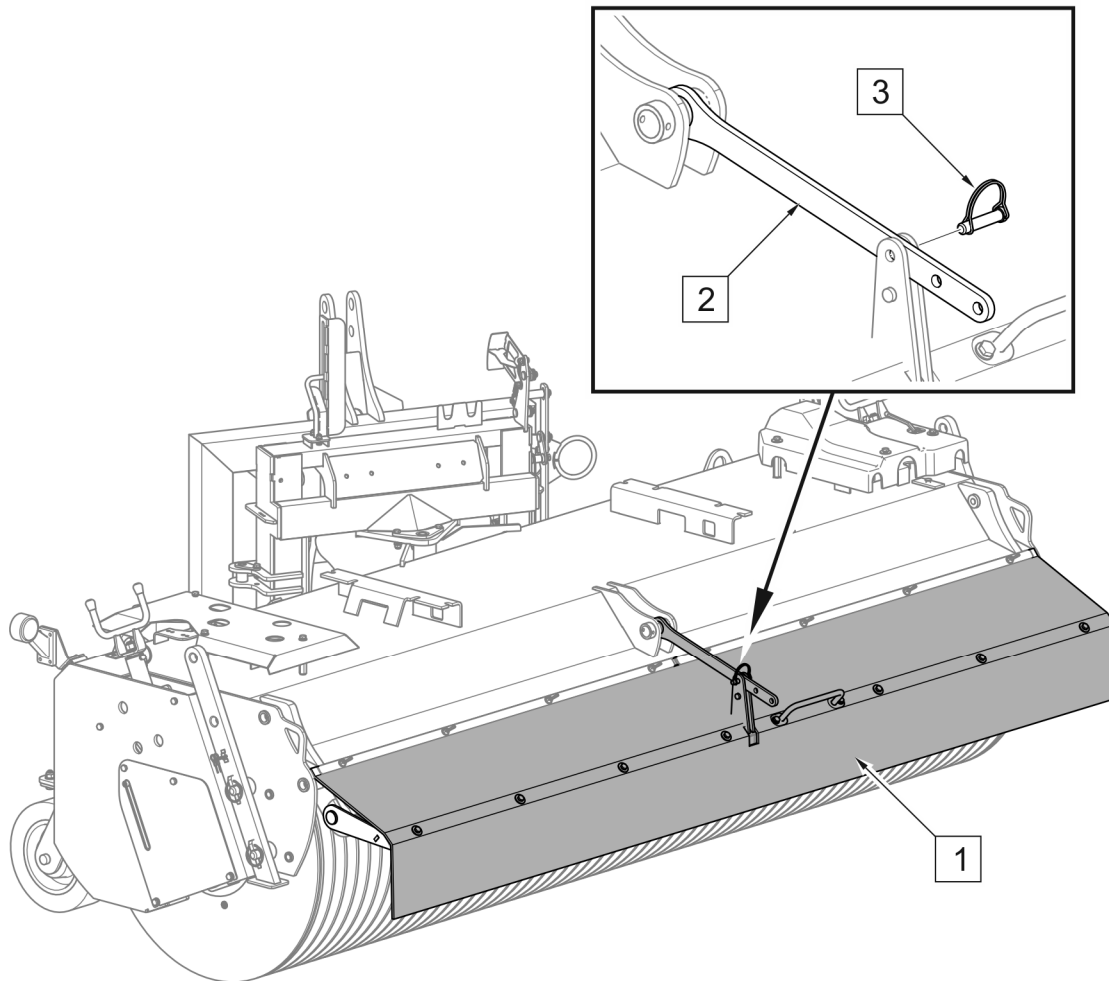

ABBILDUNG 4.19 Abdeckung der Kehrwalze
(1) - Abdeckung; (2) - Leiste; (3) - Splint;
Eine Kehrmaschine in der Ausführung ohne Schmutzbehälter (ABBILDUNG 4.19) verfügt über eine einstellbare Abdeckung (1) der Kehrwalze. Die Abdeckung kann durch die Veränderung der Position des Splints (3) im Loch der Leiste (2) eingestellt werden.